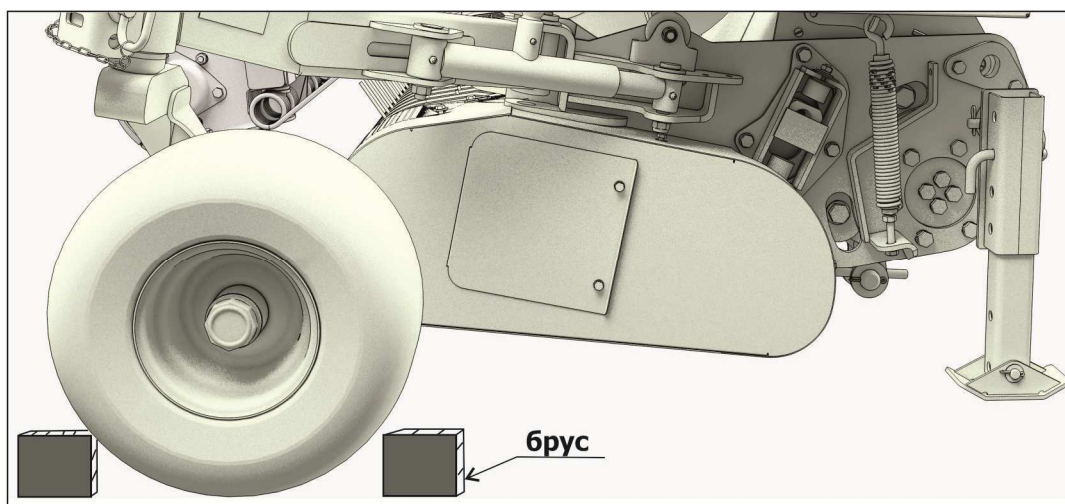

Рисунок 8.2
**ВАЖНО!** ЕСЛИ КОЛЕСА ПОДБОРЩИКА ЗАФИКСИРОВАНЫ В ТРАНСПОРТНОМ ПОЛОЖЕНИИ (ВО ИЗБЕЖАНИЕ УПИРАНИЯ ПАЛЬЦЕВ ПОДБИРАЮЩЕГО УСТРОЙСТВА В ШИНУ КОЛЕСА И ПОВРЕЖДЕНИЯ КОЛЕС), НЕОБХОДИМО ПРИ ПОСТАНОВКЕ НА ХРАНЕНИЕ ИЛИ ПРИ ПЕРЕВОЗКЕ В КУЗОВЕ ТРАНСПОРТА, ЗАФИКСИРОВАТЬ КОЛЕСА ПРОТИВОУКАТНЫМИ УПОРАМИ ИЛИ БРУСКАМИ (рисунок 8.2).